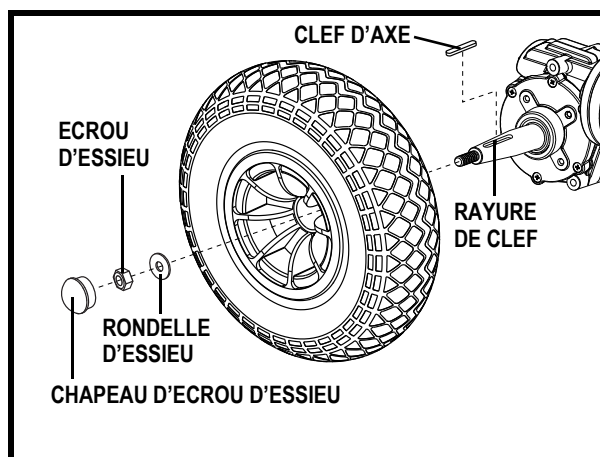
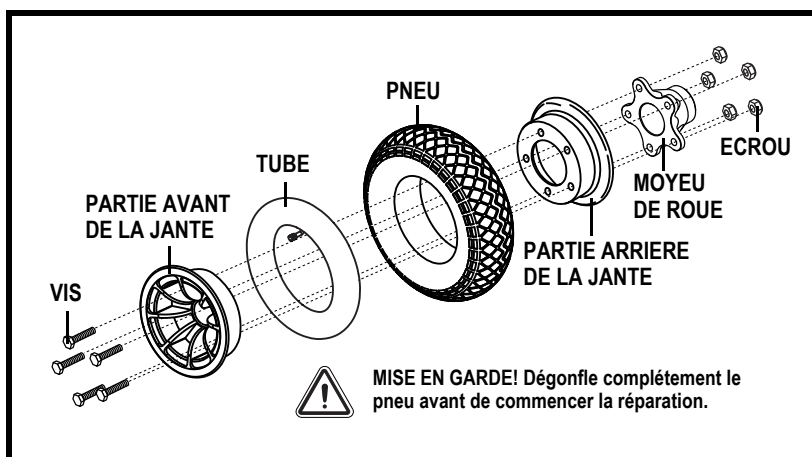

Figure 27. Roue motrice Sparky
Figure 28. Roue motrice Sparky en pièces
4. Retirez le chapeau de l'écrou d'essieu, l'écrou d'essieu et la rondelle d'essieu du moyeu. **Voir la figure 27.**
6. Retirez les cinq (5) écrous Nylock de l'intérieur du moyeu de la roue.
7. Retirez les vis qui retiennent les deux parties de la jante ensemble. **Voir la figure 28.**
9. Réinstallez les vis à travers les deux parties de la jante et le moyeu. Serrer les cinq (5) écrous Nylock à l'intérieur du moyeu.